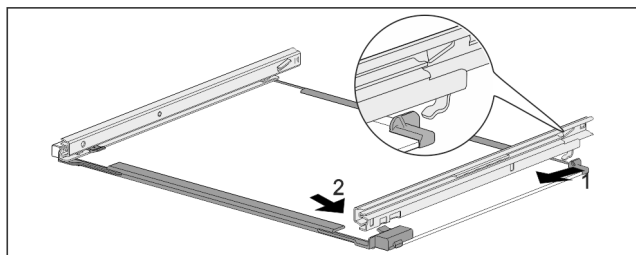

Fig. 151 Skleněná deska s kolejničkami
- ▶ Zahákněte kolejničku vzadu. Fig. 151 (1)
- ▶ Zaklapněte kolejničku vpředu. Fig. 151 (2)